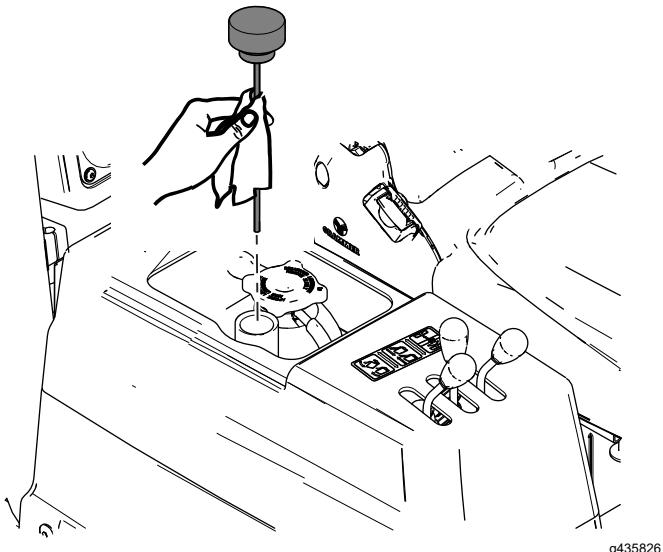

Figura 82
4. Togliete l'asta di livello dal serbatoio idraulico e pulitela con un panno pulito (Figura 82).